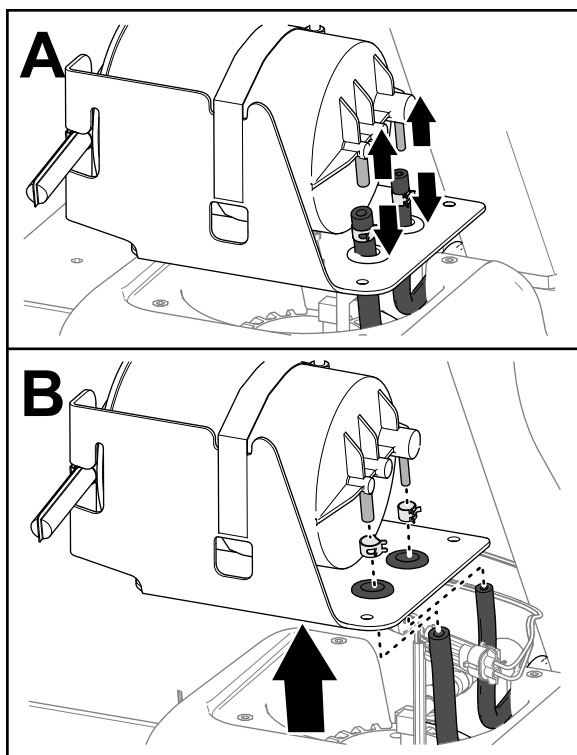

Figura 85
4. Separe las mangueras de los acoplamientos (Figura 85).
5. Retire las abrazaderas de las mangueras (Figura 85).
6. Retire el cartucho de carbón del depósito de combustible (Figura 85).